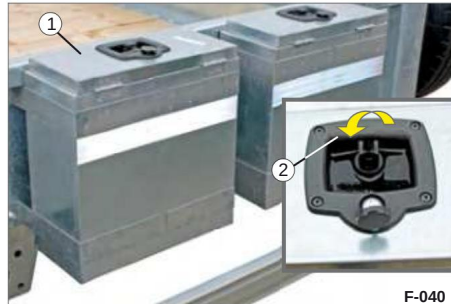

Bild 64 Verkttygslåda gesichert
• Vrid låset (bild 64/2) 90 grader.
• Lås locket (bild 64/1) med nyckeln på låscylindern vid behov.